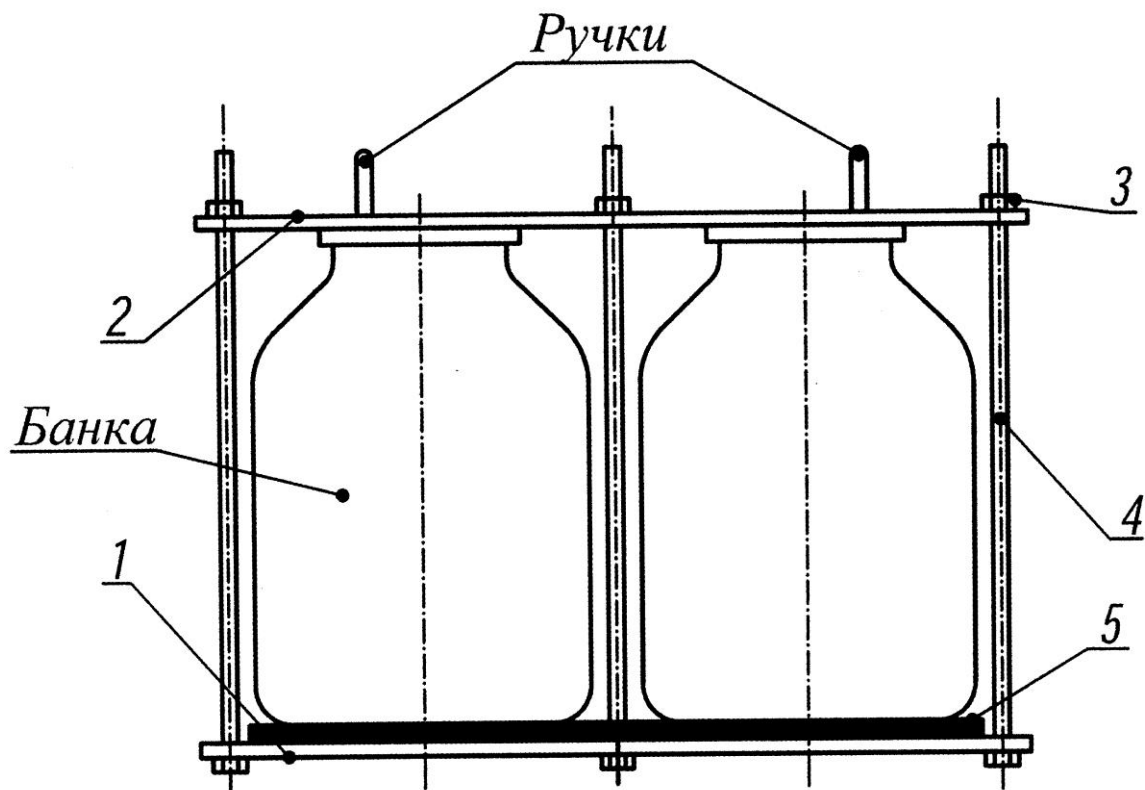

Рис. 2 Кассета
- при необходимости вынуть кассету с банками из корпуса автоклава, взявшись двумя руками за ручки крышки 2 (рис. 2) (предварительно слив воду);
Установить в кассету подготовленное количество банок с закатанными продуктами согласно таблице 2.2 (где показана максимальная вместимость) и надёжно зафиксировать банки в кассете с помощью зажимных гаек 3 (рис. 2), затягивая их крест-накрест ключом так, чтобы плотно притянуть крышку 2 к банкам с лёгким усилием.
ВНИМАНИЕ! Если Вы используете стеклянную тару с крышками марки «твист-офф» (закручивающиеся крышки) или жестяные банки, то крышку 2 (рис.2) можно не устанавливать.
При установке 0,5 л банок в два слоя, банки верхнего слоя устанавливаются непосредственно на банки нижнего слоя без резиновой прокладки 5 (рис.2). Банки должны располагаться как можно ближе к шпилькам. Банки должны иметь одинаковую высоту. Проверить надёжность крепления банок, для этого попытаться руками сдвинуть банки относительно основания и крышки кассеты. Сдвиг не допустим.